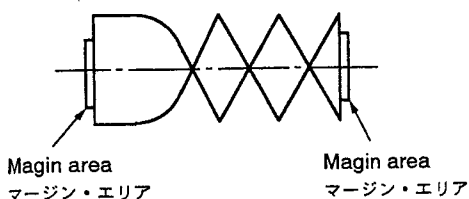

Fig. 5-3
- 1) Turn the P2 post (supply side guide roller) clockwise using a wrench until the margin area on the envelope (supply side) disappears, then turn the guide roller counterclockwise until the margin area reappears. (Refer to Fig. 5-3)
- 1) P2ポスト(入側ガイドローラー)を二股レンチにて右に回し、エンベロープの入側のマージン・エリア部が無くなるまで下げ、今度はガイドローラーを左に回し、マージン・エリア部が出るまで戻す。(Fig. 5-3参照)